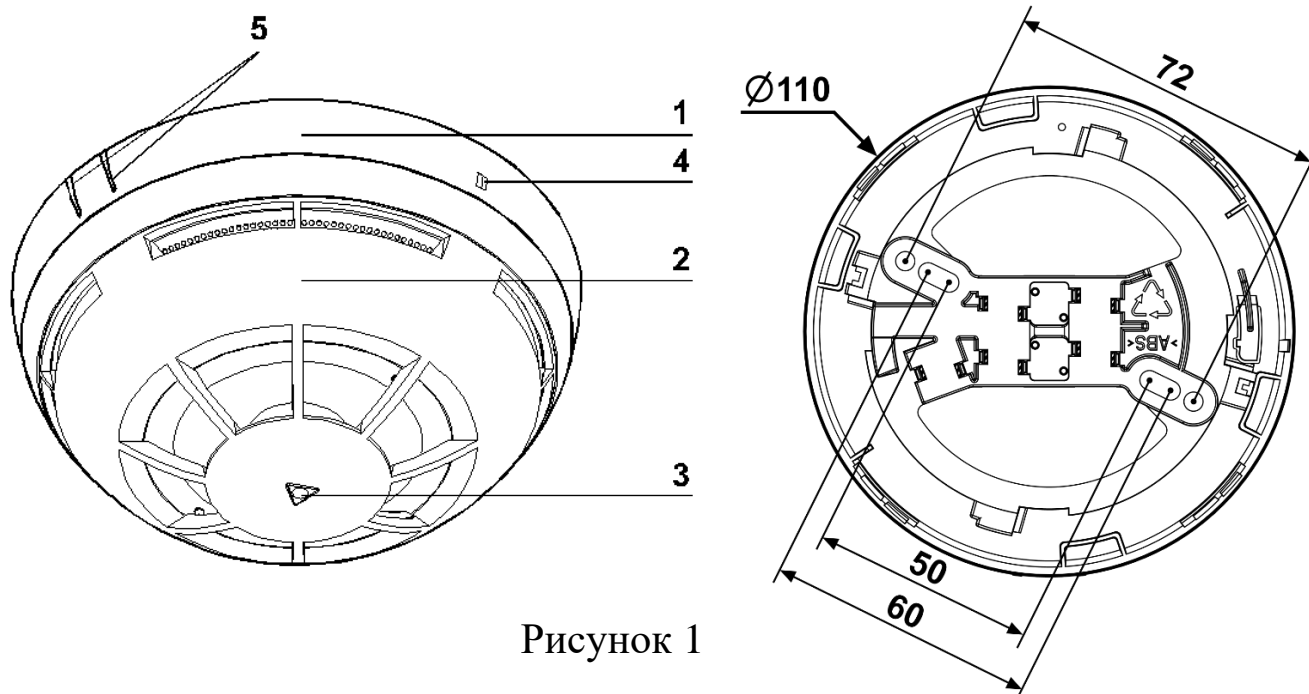

Рисунок 1
6.2 Закрепить базу оповещателя двумя шурупами в месте установки оповещателя. Разметка крепления базы – см. Рисунок 1. Допускается установка оповещателя только на горизонтальные поверхности индикатором вниз.